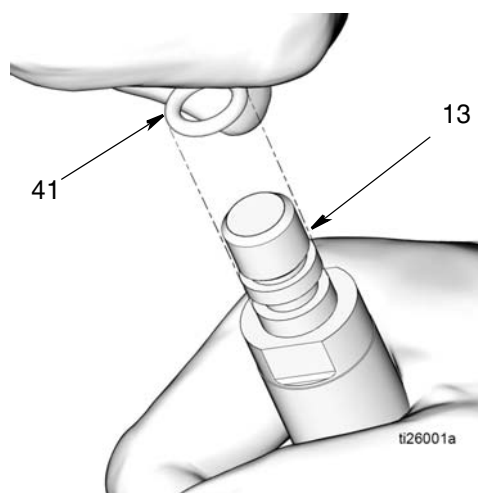

FIG. 20
- c. Retirer le joint torique (41) de la tige de piston (13) (FIG. 20).